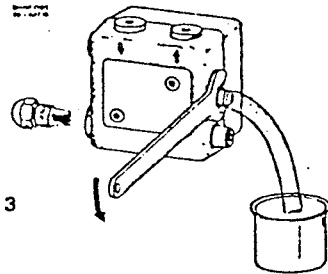

Fig. 3
Die MSLB Ölpumpe kann in der Standardausführung bei 1-Strang-Anlagen mit unterliegendem Öltank (Druck in der Saugleitung) verwendet werden, wenn die Düsenleitung an den Manometerstutzen (M) angeschlossen, und der Düsen-nippel (E) mittels der Lüftungsschraube (Fig. 3) gesperrt wird.
Entlüftung (Fig. 3)